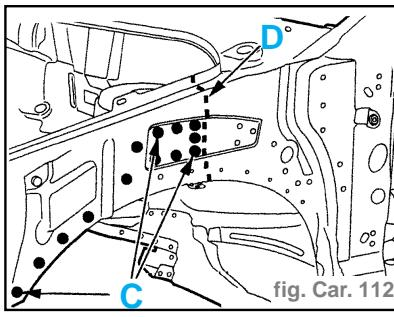

fig. Car. 112
- Souder par points électriques (suivant G) avec l'équipement AB1 (fig. Car. 112).